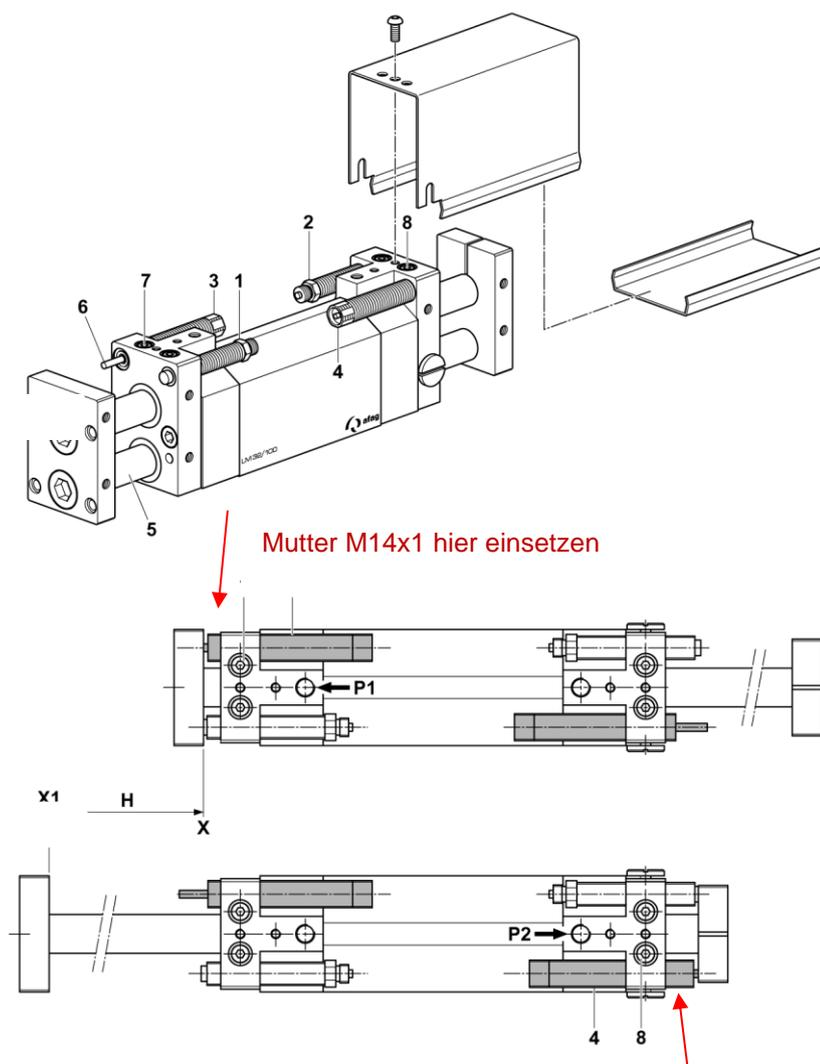

Abb. 21 Einstellen der Stossdämpfer
1. Hub (H) wie oben beschrieben einstellen (über Anschlagsschrauben 10 und 12).
2. Druckluft an (P1) geben. Der Schlitten (Abb. 21, 5) des LM fährt nach rechts, bis Begrenzung durch Anschlagsschraube (Abb. 21, 1) in Position (X).
3. Stossdämpfer (Abb. 21, 3) im Uhrzeigersinn einschrauben, (der Dämpferstift (Abb. 21, 6) wird dabei in den Dämpfer hineingedrückt) bis der Schlitten (Abb. 21, 5) anfängt sich zu bewegen.
4. Stossdämpfer (Abb. 21, 3) nun im Gegenuhrzeigersinn zwei Umgänge ausschrauben und mit Stiftschraube (Abb. 21, 7)\* sichern. (Eine Umdrehung = 1mm).
5. Druckluft an (P2) geben. Der Schlitten (Abb. 21, 5) des LM fährt nach links bis Begrenzung durch Anschlagsschraube (Abb. 21, 2) in Position (X1).
6. Gleicher Vorgang wie unter Punkt 3-4 mit Stossdämpfer (Abb. 21, 4) wiederholen. Danach Stossdämpfer mit Mutter (Abb. 21, 8) sichern